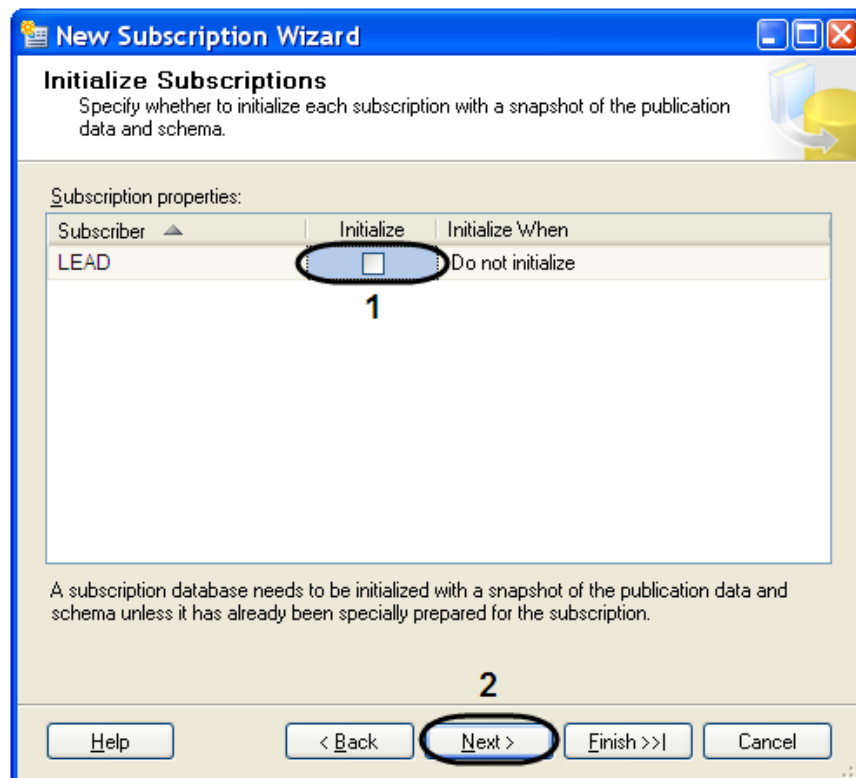

Fig. 9.3—19 Subscriber initialization
19. Click «Next» to continue (Fig. 9.3—19, 2).